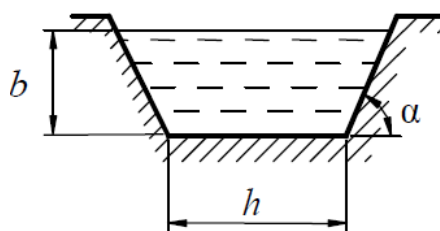

Рис.2.1
- 2) Вычислить гидравлический радиус потока воды в открытом канале трапецеидального сечения с размерами: $b = 3,0$ м, $h = 1,0$ м, $\alpha = 45^\circ$ (рис. 2.1).